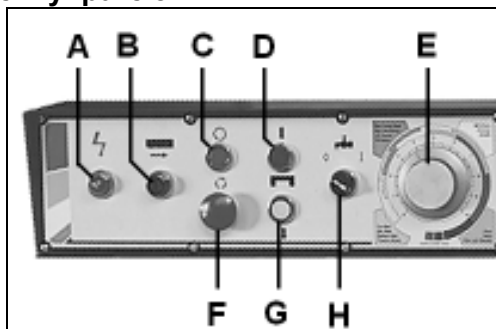

Рис. 1
- Используя подъемные ремни соответствующей грузоподъемности, которые должны быть изолированы от поверхностей станка, поднимите станок и установите на место работы. См. Рис. 1.